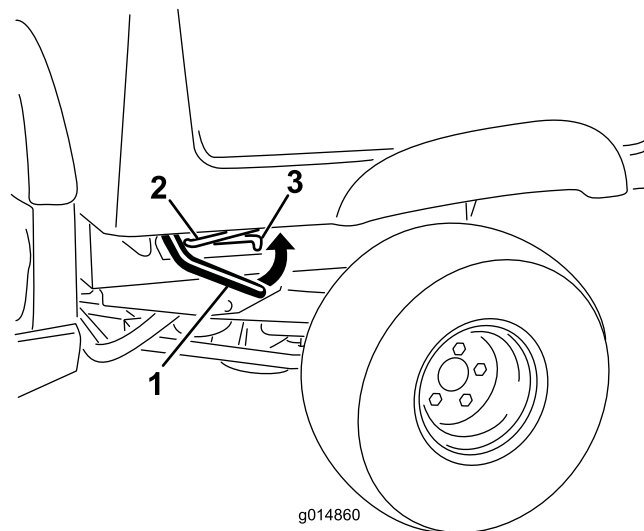

Figure 17
1. Levez le levier de verrouillage situé de chaque côté près du coin avant du plateau, et relevez le plateau (Figure 17).
2. Bloquez le plateau en tirant la béquille dans le cran de verrouillage au bout de la fente située dans le cadre gauche de la machine (Figure 17).
1. Relevez légèrement le plateau en soulevant le levier de verrouillage (Figure 17).
2. Tirez la béquille hors de la fente de verrouillage (Figure 17).
3. Abaissez le plateau jusqu'à ce qu'il se verrouille fermement (Figure 17).